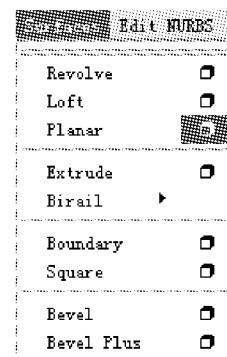

图 3-23 单击平面命令后的图标
- (2) 选择 Surfaces 模块, 选择曲线与曲面, 单击 Surfaces(曲面)→Planar(平面)命令后面的图标进行设置, 如图 3-23 所示。